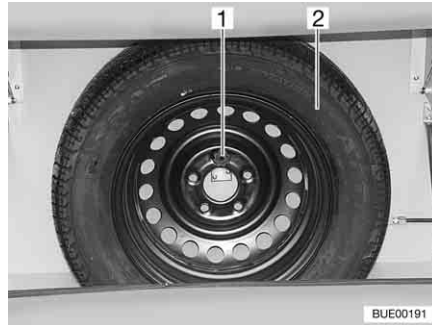

Bild 213 Ersatzrad-Halterung
Die Ersatzrad-Halterung ist im Gaskasten angebracht. Das Ersatzrad (Bild 213,2) ist gegen Aufpreis erhältlich.
- Schraube (Bild 213,1) lösen.
- Ersatzrad (Bild 213,2) entnehmen.